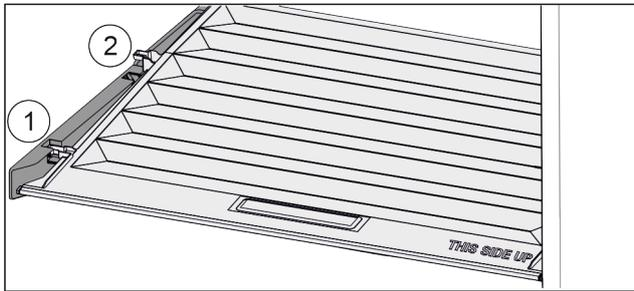

Fig. 74
- ▶ Кришку до отвору в деталях для підтримки потягнути вперед Fig. 74 (1).
- ▶ Підняти ззаду знизу та вийняти Fig. 74 (2) вгору.